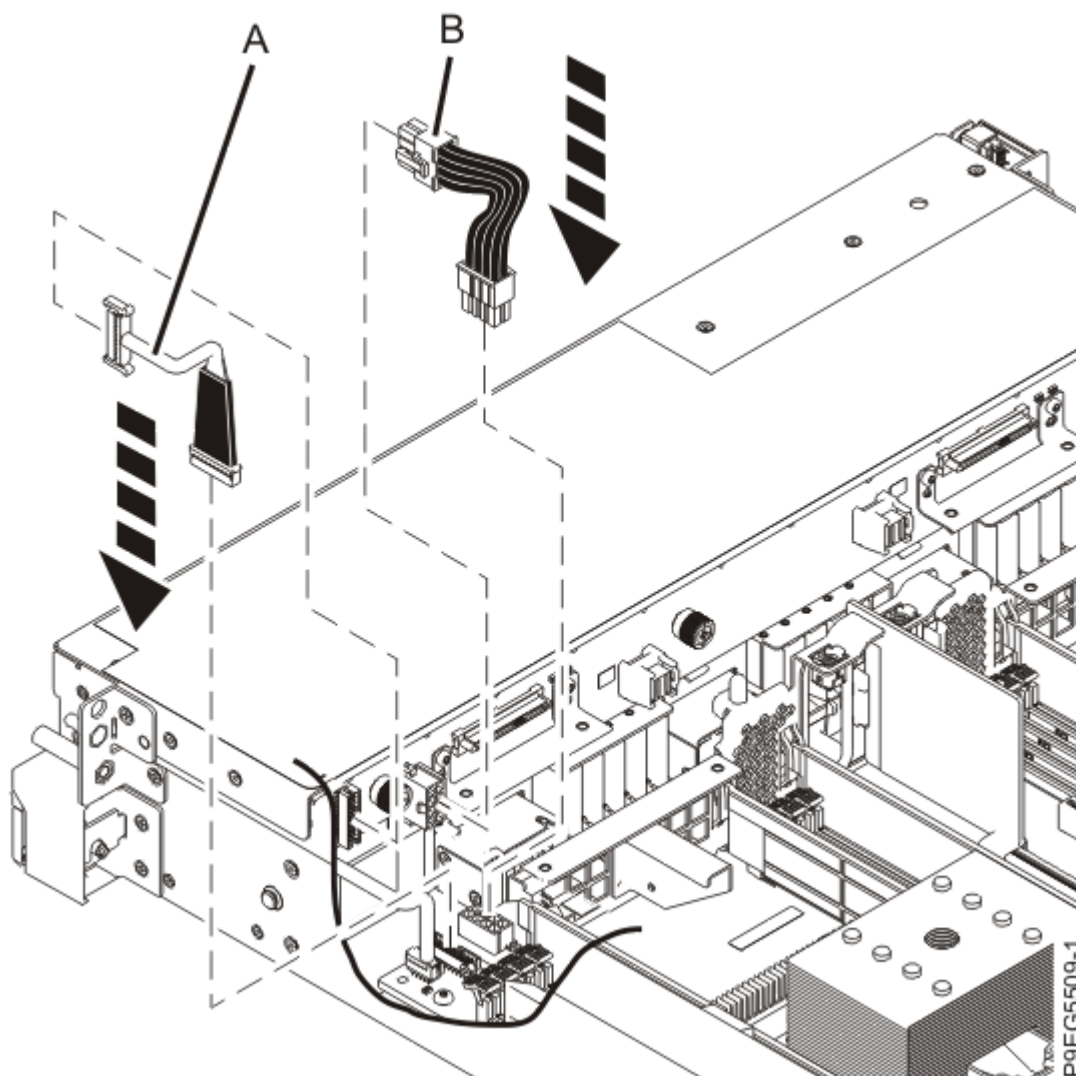

図 42. 信号ケーブルおよび電源ケーブルの再接続
2. ラベルを確認して、信号ケーブル **(A)** をディスク・ドライブ・バックプレーンに再接続します (48 ページの図 42 を参照)。